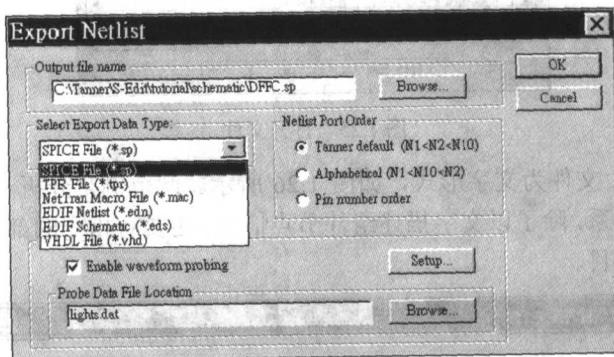

图 1.24 电路输出
(14) 电路输出: S-Edit 绘制的电路图, 可以输出成几种形式的文件, 如图 1.24 所示, 有 SPICE 文件 (*.sp)、TPR 文件 (*.tpr)、NetTran Macro 文件 (*.mac)、EDIF Netlist 文件 (*.edn)、EDIF 图解文件 (*.eds)、VHDL 文件 (*.vhd)。其中的 SPICE 文件 (*.sp) 可在 T-Spice 模拟时使用或是用作 LVS 对比。